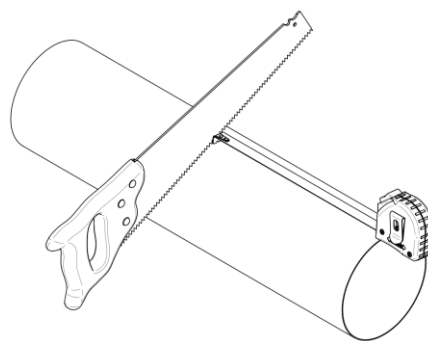

Рис. 15
4. Изготовьте гильзу длиной равной толщине стены плюс 7мм ($L_{\text{гильза}} = S_{\text{толщина стены}} + 7\text{мм}$) см. Рис. 15